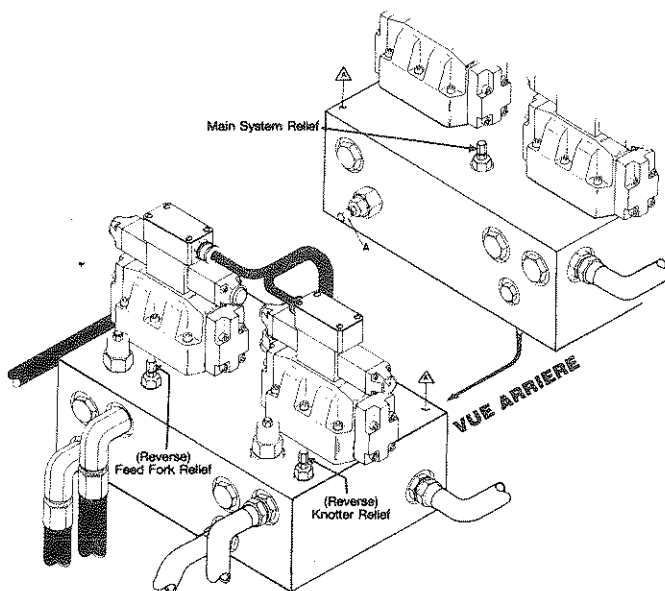

Fig. 54
2. Enlever le capuchon JIC de l'orifice 'A' de la gauge de tension; voir Fig. 54.
6. Enlever le capuchon JIC de l'orifice 'A' de la gauge de tension; voir Fig. 54.